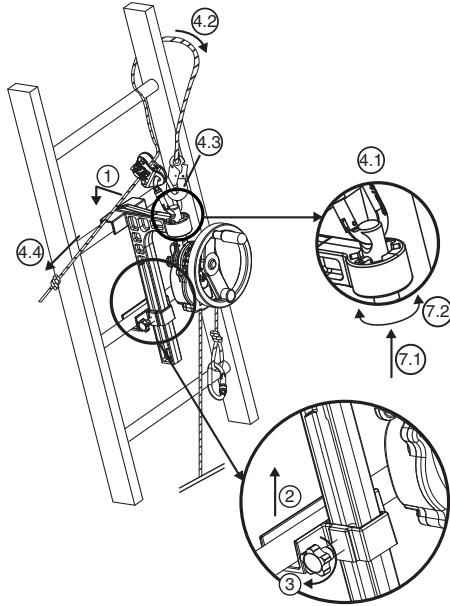

Fig.6
#### 6.3.2 Appareil DEROPE™ UP B (Fig.6)
1. Mettre en place la grande console verrouillable sur le barreau de l'échelle à la position choisie pour réaliser l'opération de sauvetage, au dessus de la personne à évacuer (fig.6, 1).
2. Remonter le coulisseau de blocage au niveau du barreau immédiatement en dessous de celui qui reçoit la grande console (fig.6, 2).
3. Serrer l'axe de blocage du coulisseau à l'aide du bouton de serrage se trouvant sur le côté de la console (fig.6, 3).
- Fixer le connecteur du dispositif de réglage LCM 05 dans le trou du haut de l'axe d'accrochage (fig.6, 4.1).
tants de l'échelle (fig.6, 4.2).
- Connecter le connecteur de la longe d'assurance dans le connecteur du dispositif de réglage LCM 05 (fig.6, 4.3).
- Tendre la longe d'assurance en tirant sur le brin libre (fig.6, 4.4).
7. Orienter l'appareil DEROPE™ selon le besoin en modifiant la position de l'axe d'accrochage dans le dispositif d'indexage (fig.6, 7.1 – 7.2).